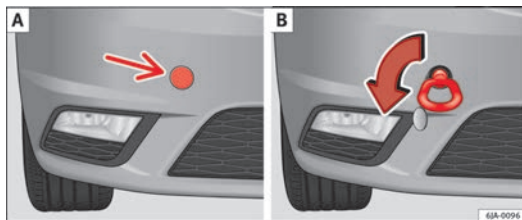

Abb. 145 Vordere Stoßfänger: Abdeckung / Einbau der Abschleppöse
- Drücken Sie auf den linken Teil der Abdeckung in Pfeilrichtung ⇒ Abb. 145 - A.
- Schrauben Sie die Abschleppöse mit der Hand nach links bis zum Anschlag ein ⇒ Abb. 145 - [B].